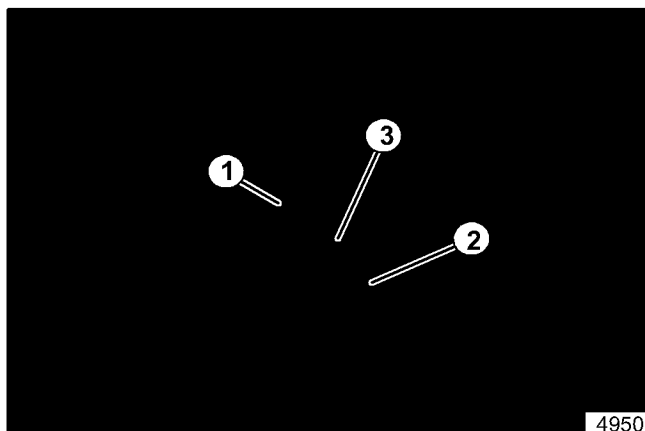

Figure 8. Câble d'embrayage relié à la came
- 15. Attacher l'autre bout du câble à la came se trouvant à l'arrière du manche. Passer la partie filetée par le trou de la came et l'attacher avec deux contre-écrous (voir la figure 8).